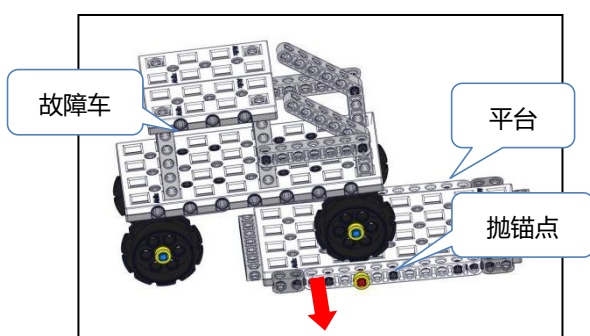

图 4-6-1: 初始状态
4.6.1 道路救援模型的初始位置位为 1-17，位置是可变的，方向是固定的。红色箭头为模型的正面朝向。故障车后轮为脱离平台，前车轮处在抛锚点位置，如图 4-6-1 所示。
4.6.2 机器人通过拨动故障车使四个车轮完全在平台上为完成状态，得 40 分。如图 4-6-1 所示。